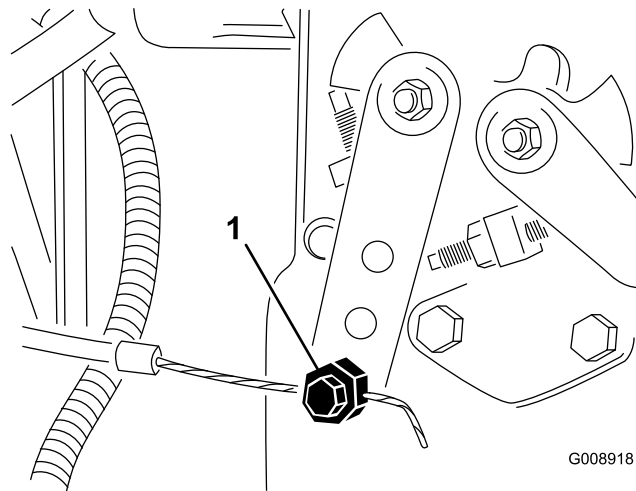

図 55
2. 噴射ポンプのレバー・アーム (図 55) の部分にあるスロットル・ケーブルのコンネクタをゆるめる。